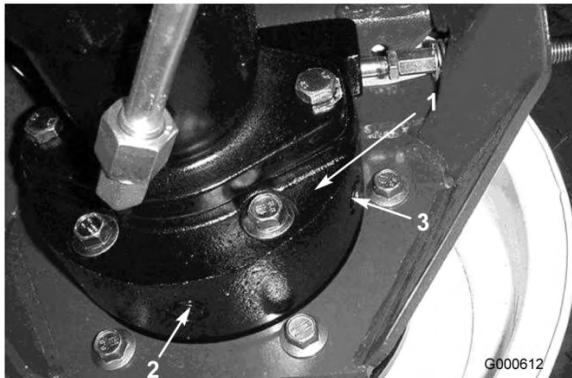

Figure 46
3. Placez un autre bac de vidange sous le carter de frein de l'autre côté de la roue (Figure 46).